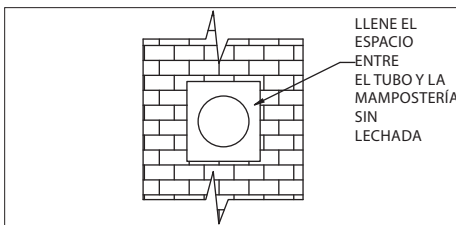

Figura 17
7. Una vez que la sección de la tubería horizontal esté en su lugar, el espacio entre el tubo y la mampostería se puede llenar con lechada de alta temperatura, como se muestra en la **Figura 17**, si se desea.